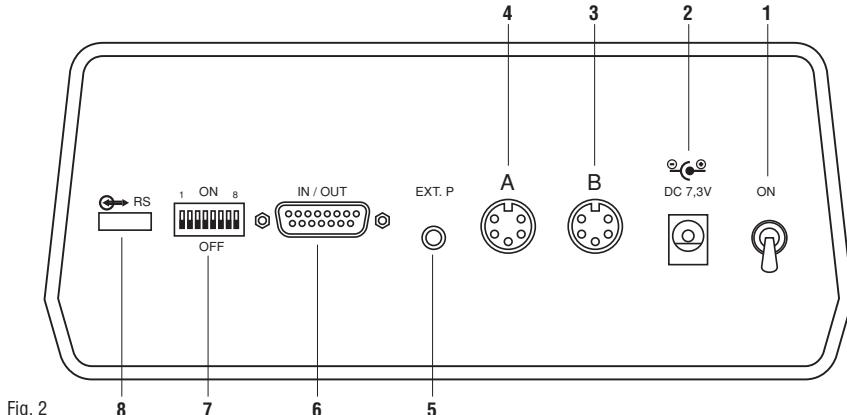

Fig. 2
- Connecter le chargeur à la prise adéquate (**2**, Fig. 2) et le raccorder sur le 230 V (ou 115 V pour les USA).
- Connecter le ou les palpeurs (**3** et **4**, Fig. 2).
- Enclencher l'instrument à l'aide de l'interrupteur ON/OFF (**1**, Fig. 2). L'instrument exécute un test durant 7 secondes environ.